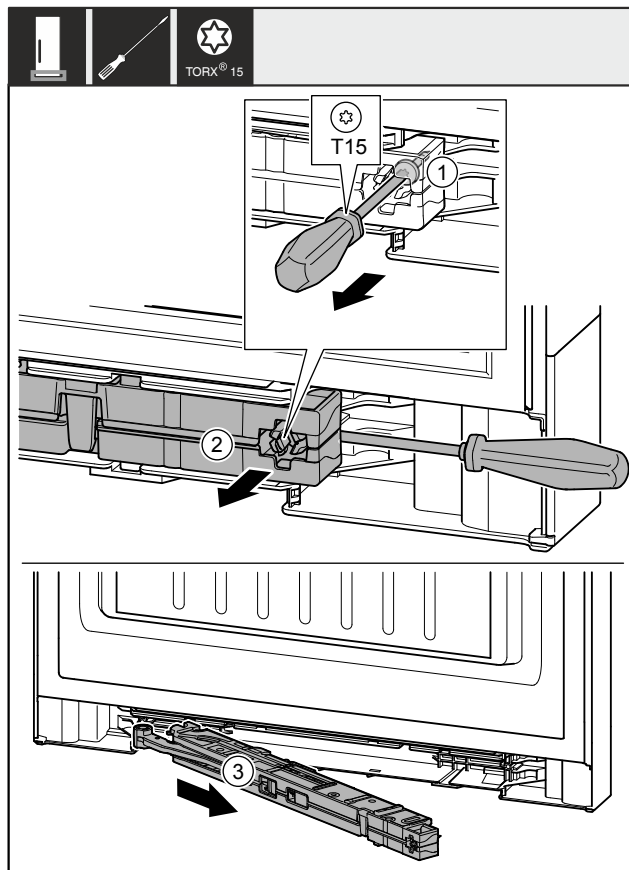

Fig. 12
- Odvijte vijak Fig. 12 (1) na enoti blažilnika za zapiranje vrat z izvijačem pribl. 14 mm.
- Dvignite enoto blažilnikov Fig. 12 (2) na strani ročaja z izvijačem v smeri naprej.
- Izvlecite enoto blažilnikov Fig. 12 (3).